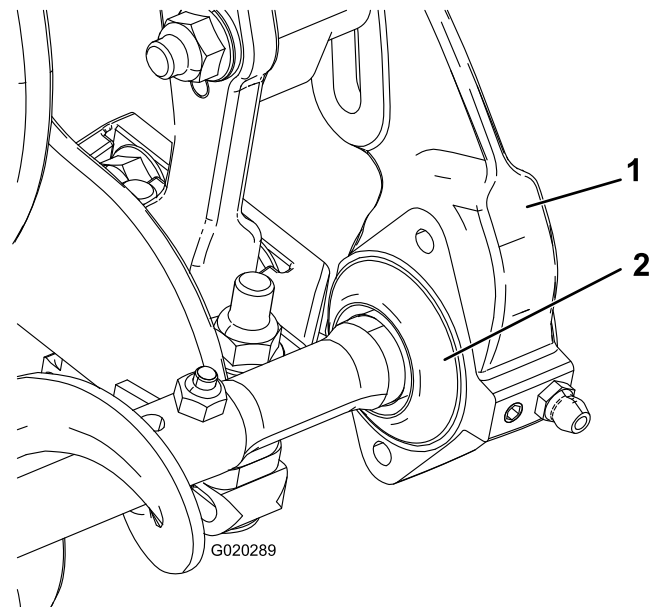

Figura 6
1. Deslize cada vedante de eliminação de sedimentos para fora até que os rebordos vedantes fiquem em ligeiro contacto com cada caixa de rolamentos (Figura 6).